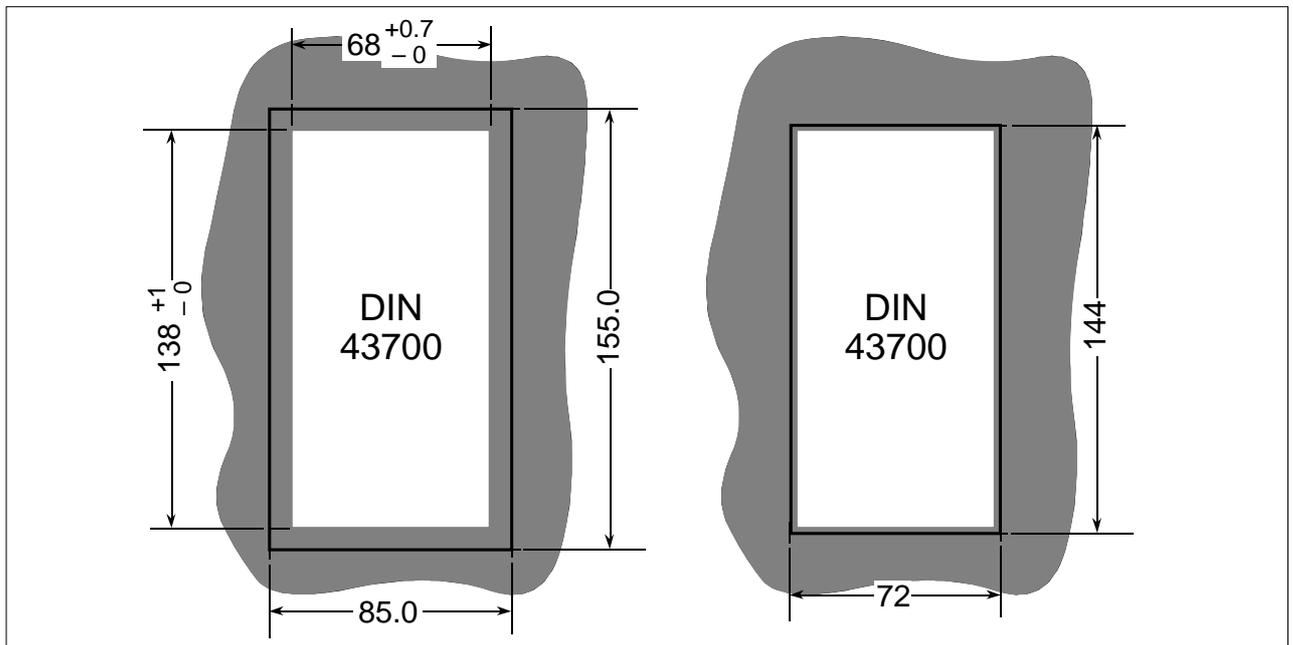

Figure 2-3 Dimensioni del pannello di copertura— IP65 (sin.) & non-IP65 (destra)
- Ogni custodia va montata nell'apposita dima di apertura di dimensioni DIN43700. Vd. Fig. 2-3 per i dettagli sull'apertura.
La Fig. 2-3 descrive le dimensioni delle blanking plate per IP65 (T962) e non-IP65 (T961).